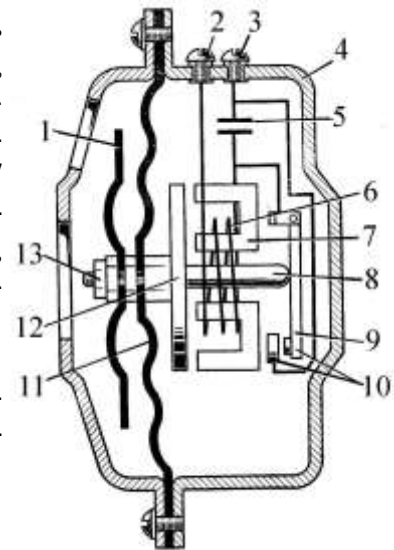

Рис. 3
3. Частково розберіть звуковий сигнал. Користуючись рис.3, розгляньте будову звукового сигналу: 1-регулятор, 2-зажим підведення проводу від вмикача звукового сигналу, 3-зажим підведення проводу від акумуляторної батареї, 4-корпус, 5-конденсатор, 6-катушка електромагніта, 7-осердя електромагніта, 8-шток мембрани, 9-пластина рухомого контакту, 10-контакти переривника, 11-мембрана, 12-якір, 13-контргайка. З'ясуйте, на якому принципі працює звуковий сигнал.